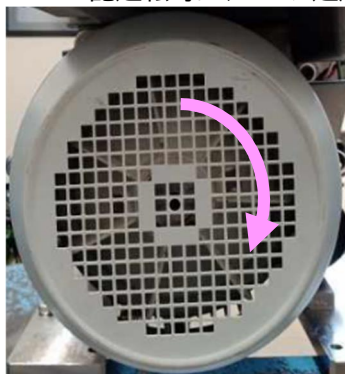

図19 モータの回転方向
7. モータの回転方向が合っているか確認する。(「図19 モータの回転方向」参照)。